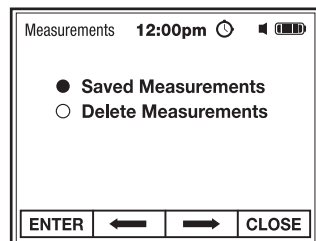

Fig. 17
1. Utilice los botones de función para seleccionar e **INGRESAR** Mediciones Borradas (Fig 17).
- Utilice los botones de función para acceder a las mediciones guardadas (Fig. 17).